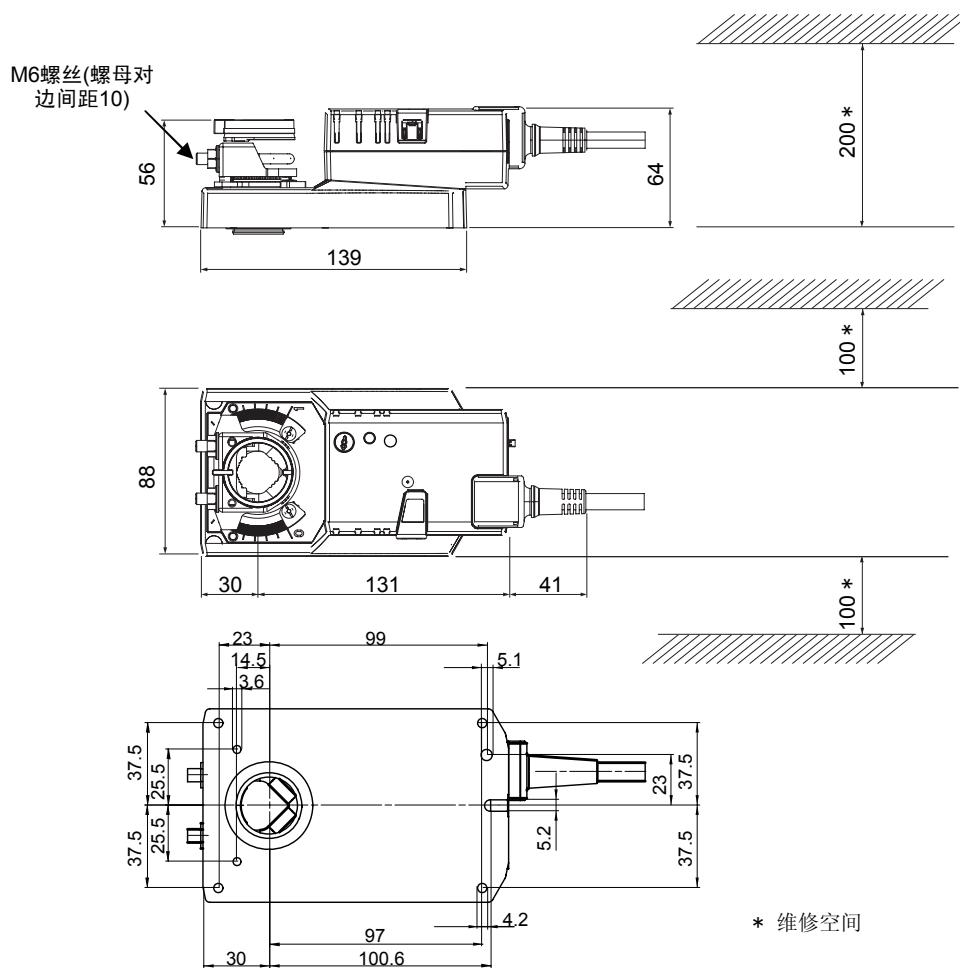

图 1 外形尺寸图 (mm)
- 安装本产品时，请按照图1所示，预留出维修空间。
(1) 将风阀轴设定为全闭位置。